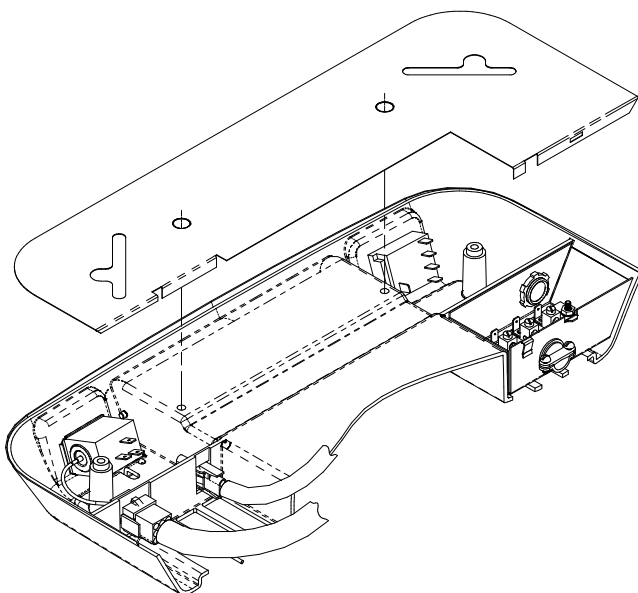

ABBILDUNG 2
3. Verbinden Sie den Dachaufbau und die Deckeneinheit (Unterteil), indem Sie das Stromkabel mit der neunfachen Buchse auf der Thermostatseite verbinden (siehe Abbildung 2).
6. Platzieren Sie das Metall-Schutzgehäuse über Thermostat, Schalter und Anschlusskasten. Bringen Sie alle Drähte in den Schaltkästen unter oder führen Sie sie durch den Kabelschacht zwischen Thermostat und Schaltkästen, damit sie nicht vom Schutzgehäuse gequetscht werden. Das Schutzgehäuse ist korrekt installiert, wenn die beiden Löcher des Gehäuses in Deckung mit den beiden Gewinden im Deckeneinheitsschacht sind (siehe Abb. 2).